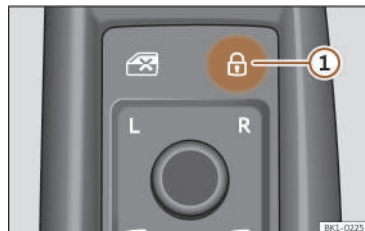

Fig. 74 Sulla porta del conducente: pulsante della chiusura centralizzata.
- Bloccare: premere il tasto  >>> fig. 74.
- Sbloccare: premere nuovamente il tasto  >>> fig. 74.